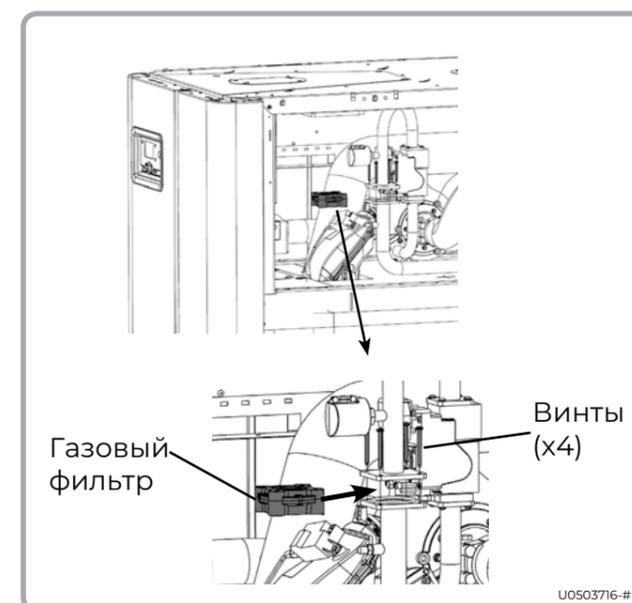

Рисунок 46 – Газовый фильтр от 120 и 140
- Снимите уплотнения из паза и замените их новыми уплотнениями из комплекта технического обслуживания (см. рис. 46)